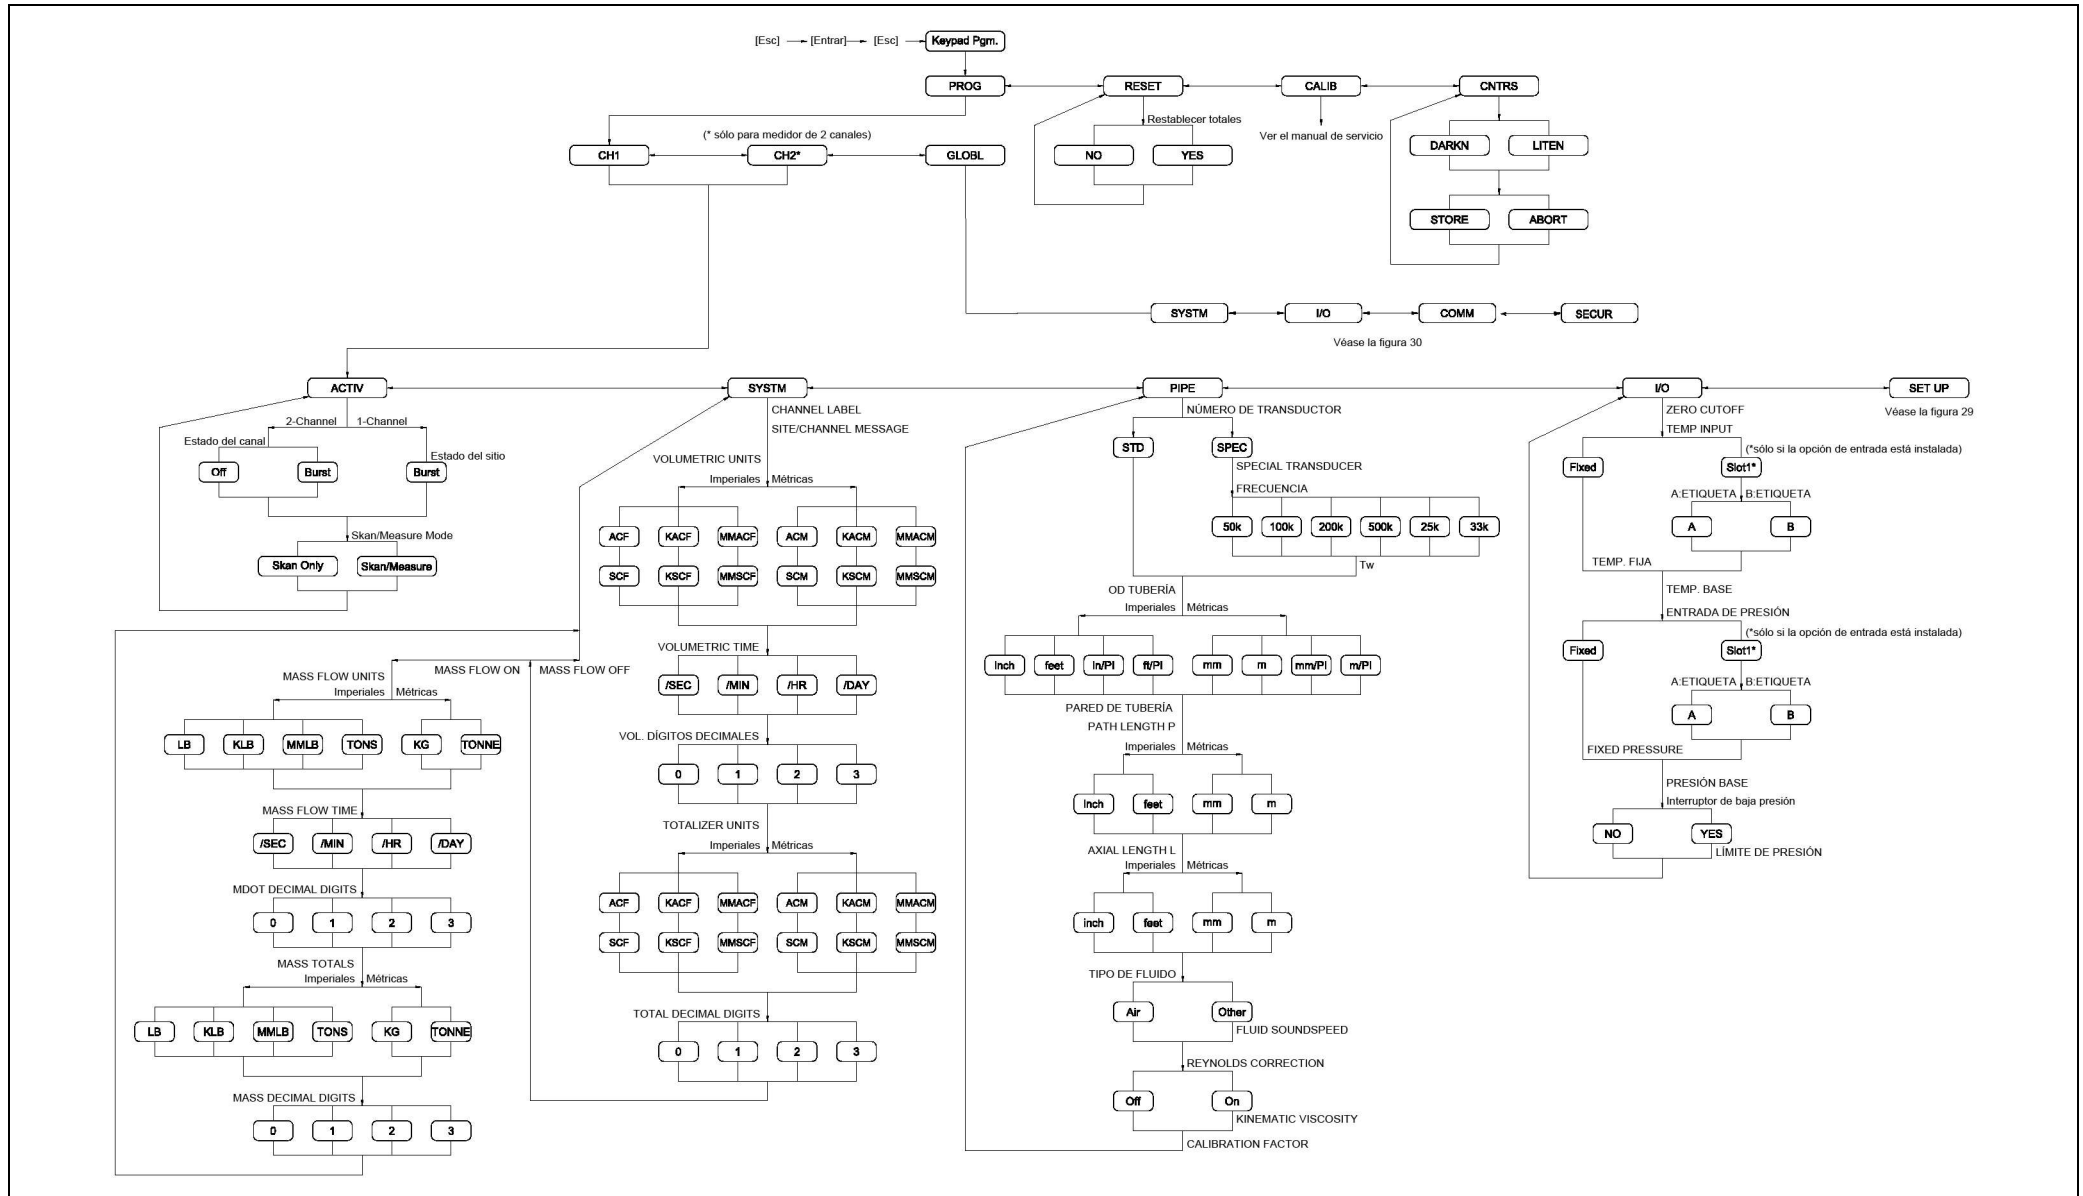

Figura 28: PROG > Chx > Menús ACTIV, SYSTM, PIPE & I/O
- Figura 28, “PROG > CHx > Menús ACTIV, SYSTM, PIPE & I/O”, en la página 59